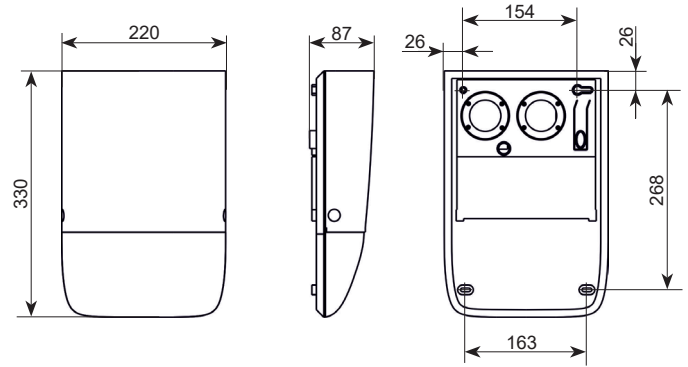

Рисунок 5
11.1 Выбрав место установки оповещателя, произведите разметку для его крепления (рис. 5). Для разметки может быть использовано основание.